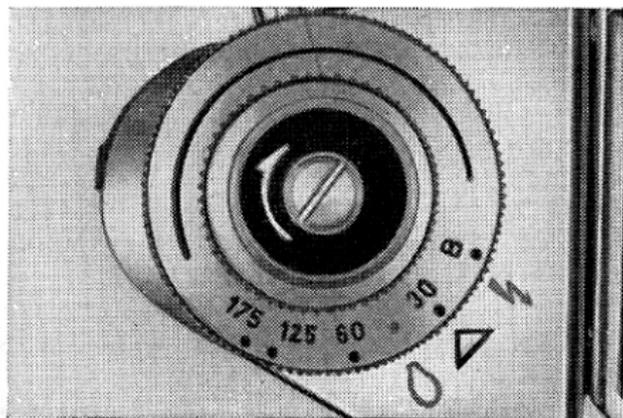

Fig. 32
Pour la synchronisation des éclairs électroniques, tourner le disque de réglage (14) repère rouge en face du symbole (  $\curvearrowright$  ) (Fig. 32), obturateur réglé sur  $1/60$  s. Ceci quand l'appareil est muni d'un objectif normal. En cas d'utilisation d'objectifs de longue